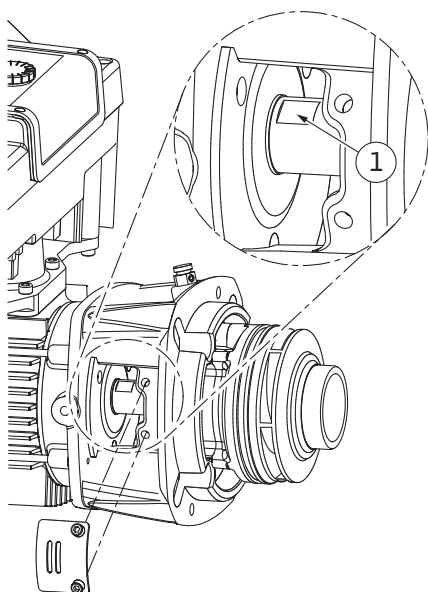

Fig. 105: Planos de llave en el eje
14. Introduzca una llave de boca de 0,9 pulgadas (ancho de boca de 22 mm) en la ventanilla de la linternilla y sujete el eje por los planos de llave (Fig. 105, Pos. 1). Desenrosque la tuerca del rodete (Fig. I, Pos. 22). El rodete (Fig. I, Pos. 21) se retira automáticamente del eje.
3. Introduzca una llave de boca de 0,9 pulgadas (ancho de boca de 22 mm) en la ventanilla de la linterna y sujete el eje por los planos de llave (Fig. 105, Pos. 1).